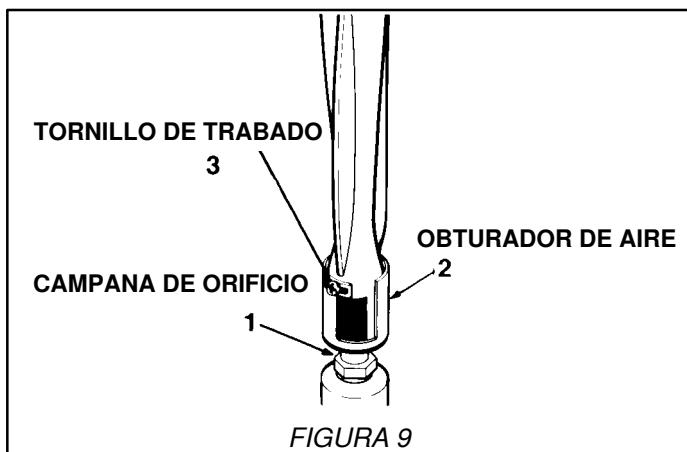

FIGURA 9
1. Llama amarilla en el quemador —abra el obturador de aire del quemador a la posición más abierta que no cause que se apague ni levante la llama cuando el quemador esté frío. (Vea el número 2 de la figura 9.)
2. Llama azul bien definida pero se levanta - cierre el obturador de aire hasta el punto en donde que no cause que se levante o apague la llama cuando el quemador esté frío. (Vea el número 2 de la figura 9.)